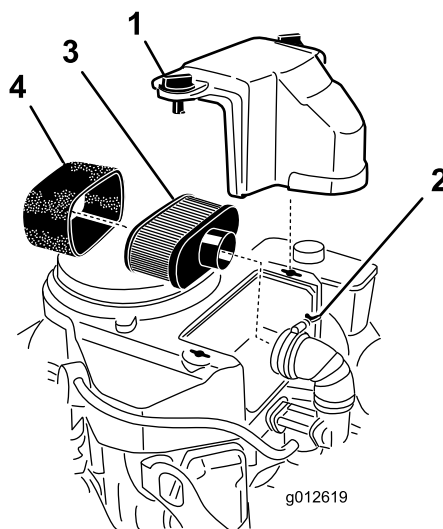

Figura 25
3. Limpie alrededor del limpiador de aire de forma que la suciedad no penetre en el motor y cause daños (Figura 25).
4. Desenrosque los pomos de la tapa y retire la tapa del limpiador de aire (Figura 25).
5. Desenrosque la abrazadera y retire el conjunto del limpiador de aire (Figura 25).
6. Retire cuidadosamente el filtro de gomaespuma del filtro de papel (Figura 25).
1. No limpie el filtro de papel, cámbielo (Figura 25)
1. Deslice cuidadosamente el elemento de gomaespuma sobre el elemento de papel (Figura 25).
2. Coloque el conjunto del limpiador de aire sobre la base del limpiador de aire y fíjelo con 2 tuercas de orejeta (Figura 25).
3. Coloque la cubierta del limpiador de aire y apriete el pomo de la cubierta (Figura 25).